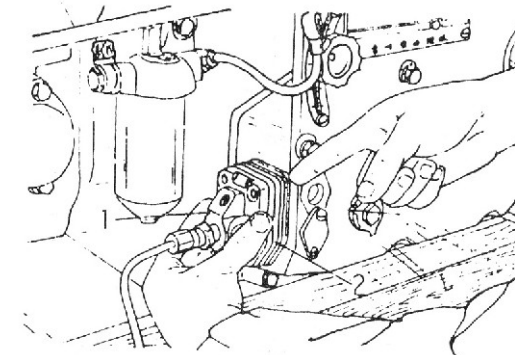

Fig. 12- Ajustar a temporização da injeção de combustível aumentando ou reduzindo o número de calços
- (1) Fechar a torneira do filtro de combustível.
- (2) Ajustar o botão da alavanca de controle da velocidade na posição central.
- (3) Desconectar o tubo de combustível de alta pressão da bomba de combustível.
- (4) Soltar os parafusos de fixação da bomba e remover a bomba.
- (5) Aumentar ou reduzir o número de juntas. Aumentar o número de calços se a temporização da injeção estiver adiantada. Reduzir o número de juntas se estiver atrasada (Fig. 12).
- (6) Montar a bomba de injeção novamente e apertar os parafusos de fixação. Ao fazer isto, é necessário prestar atenção especial com a esfera do braço de ajuste do eixo de engrenagens. Isto deve ser verificado novamente através do furo de inspeção depois de montar a bomba novamente para evitar o "desvio" do motor resultando de uma possível